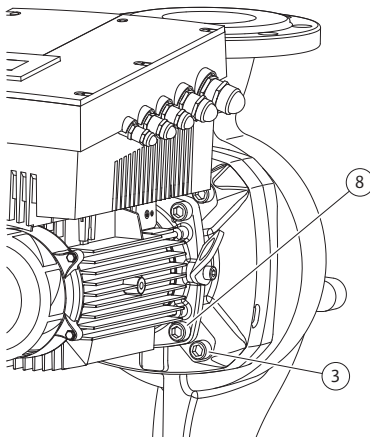

Fig. 49: Opcjonalne mocowanie głowicy silnika
11. Odkręcić i usunąć śruby (Fig. 7, poz. 3). W zależności od typu pompy dotyczy to śrub zewnętrznych (Fig. 49, poz. 3). Głowica silnika (patrz Fig. 13) nawet po usunięciu śrub pozostaje bezpiecznie zamocowana w korpusie pompy, również przy poziomym położeniu wału silnika nie ma niebezpieczeństwa przewrócenia.
16. W zależności od typu pompy poluzować śruby (Fig. 7, poz. 10) lub alternatywnie śruby (Fig. 49, poz. 8).
22. Ostrożnie wsunąć latarnię na wał i ustawić w poprzedniej lub w innej pozycji pod kątem w stosunku do kołnierza silnika. Przestrzegać przy tym dopuszczalnych pozycji montażowych poszczególnych elementów (patrz rozdział 7.1 „Dopuszczalne położenie montażowe i zmiana rozmieszczenia elementów przed instalacją” na stronie 142). Zamocować latarnię śrubami (Fig. 7, poz. 10) **albo** – w przypadku typów pomp/typów latarni wg (Fig. 49) – śrubami (Fig. 49, poz. 8) na kołnierzu silnika.